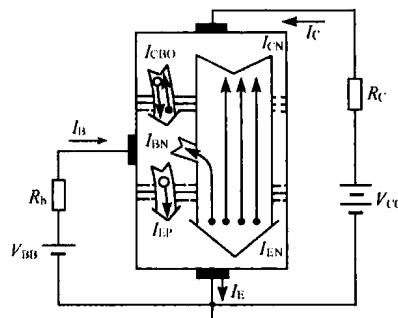

图 1-3 晶体管内部载流子运动与外部电流
(1) 晶体管内部载流子的运动如图 1-3 所示。
设由发射区向基区扩散所形成的电子电流为 I_{EN} , 基区向发射区扩散形成的空穴电流为 I_{EP} , 基区内复合运动所形成的电流为 I_{BN} , 基区内非平衡少子(即发射区扩散到基区但未被复合的自由电子)漂移至集电区所形成的电流为 I_{CN} , 平衡少子在集电区与基区之间的漂移运动所形成的电流为 I_{CBO} , 由图 1-3 可得晶体管的电流分配关系为